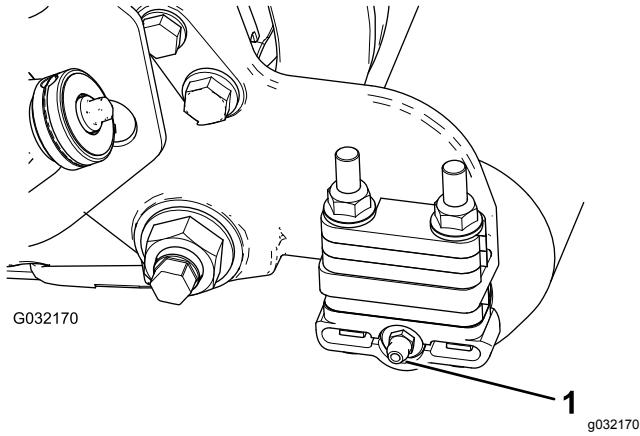

Figura 2
2. Retire el engrasador del rodillo del lateral de la unidad de corte donde está situado el alojamiento del cepillo del rodillo (Figura 2).
3. Instale el engrasador de 90° orientado hacia atrás (Figura 2).